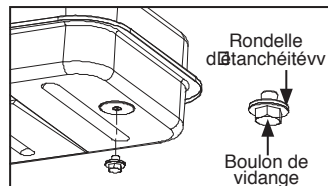

Figure 10. Boulon de vidange
2. Retirez le boulon de vidange (en bas, à l'arrière du réservoir à combustible) en vous servant d'une douille de 3/4 po ou d'une clé à molette, et videz le réservoir. (Pour les modèles KFA135WH/180WH/220WH uniquement.) (Voir Figure 10)
5. À l'aide de la douille de 3/4 po ou de la clé à molette, remplacez le boulon de vidange sur le réservoir à combustible. (Pour les modèles KFA135WH/180WH/220WH uniquement.) (Voir Figure 10)